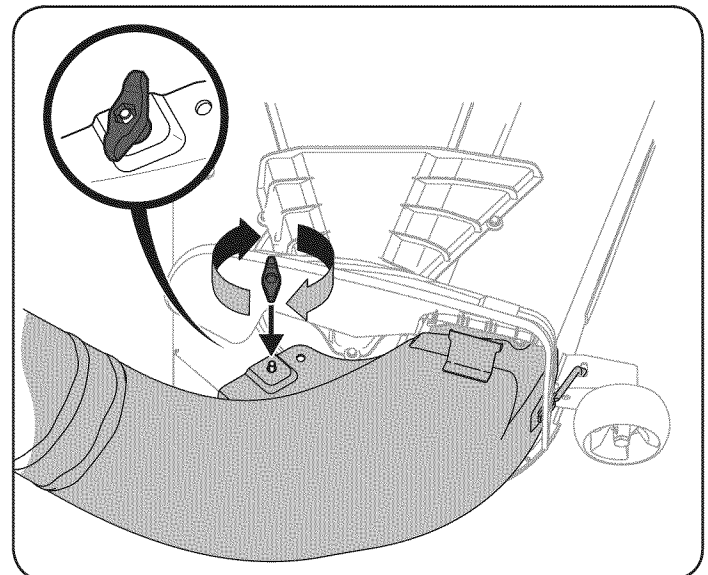

Figure 41
6. Asegure el codo canal de descarga de la plataforma de corte usando una perilla (720-04122) ala incluida en Paquete Hardware 689-00341. Consulte la Figure 41.